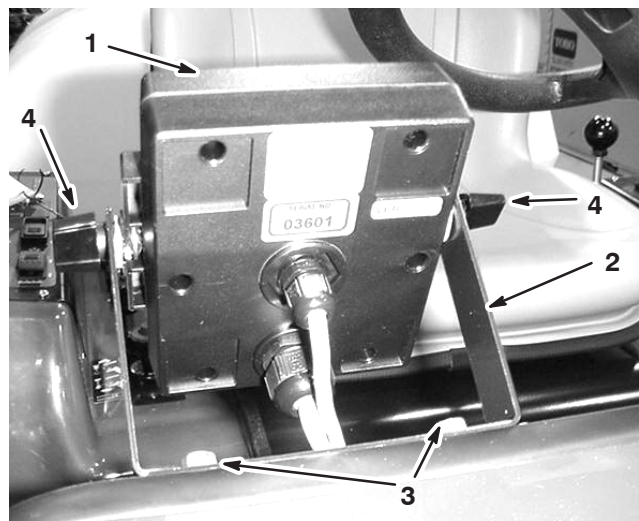

Bild 3
1. Montieren Sie die Steuergeräthalterung mit zwei Bundbolzen (1/4 x 3/4 Zoll) und zwei Bundmuttern (1/4 Zoll) am Armaturenbrett (Bild 3).
2. Montieren Sie die zwei Schlossschrauben, Gummischeiben und Handräder lose auf der Halterung, wie in Bild 3 und 4 dargestellt.
5. Montieren Sie das Spray Pro-Steuergerät über den Köpfen der Schlossschrauben (Bild 3) und ziehen Sie die Handräder an, um es zu befestigen.